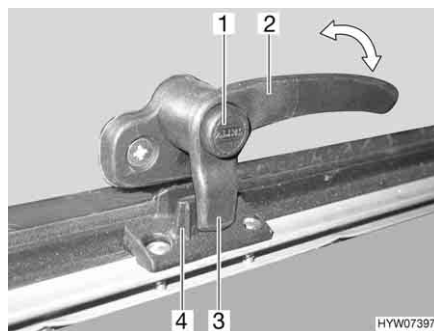
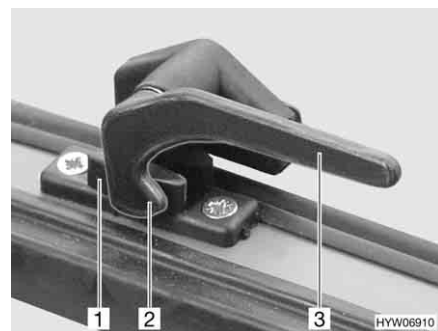

Bild 92 Verriegelungshebel mit Sicherungsknopf in Stellung "geschlossen"
Bild 93 Verriegelungshebel in Stellung "geschlossen"
- Wenn vorhanden, Sicherungsknopf (Bild 92,1) drücken und gedrückt halten.
- Den Verriegelungshebel (Bild 92,2 oder Bild 93,3) eine viertel Umdrehung zur Fenstermitte hin drehen.
- Den Verriegelungshebel (Bild 92,2 oder Bild 93,3) eine viertel Umdrehung zum Fensterrahmen hin drehen. Die Verriegelungsnase (Bild 92,3 oder Bild 93,2) am Verriegelungshebel liegt komplett auf der Innenseite der Fensterverriegelung (Bild 92,4 oder Bild 93,1).
- in Stellung "fest verschlossen" (Bild 92 und Bild 93)